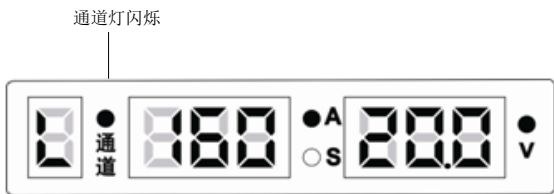

图3-38 参数范围锁定焊接界面
6. 在参数锁定状态下，通道灯闪烁，显示如图 3-38 所示。即完成了电流电压参数调节范围的锁定。在参数锁定状态中可进行焊接，此时电流电压只能在锁定的范围内调节。